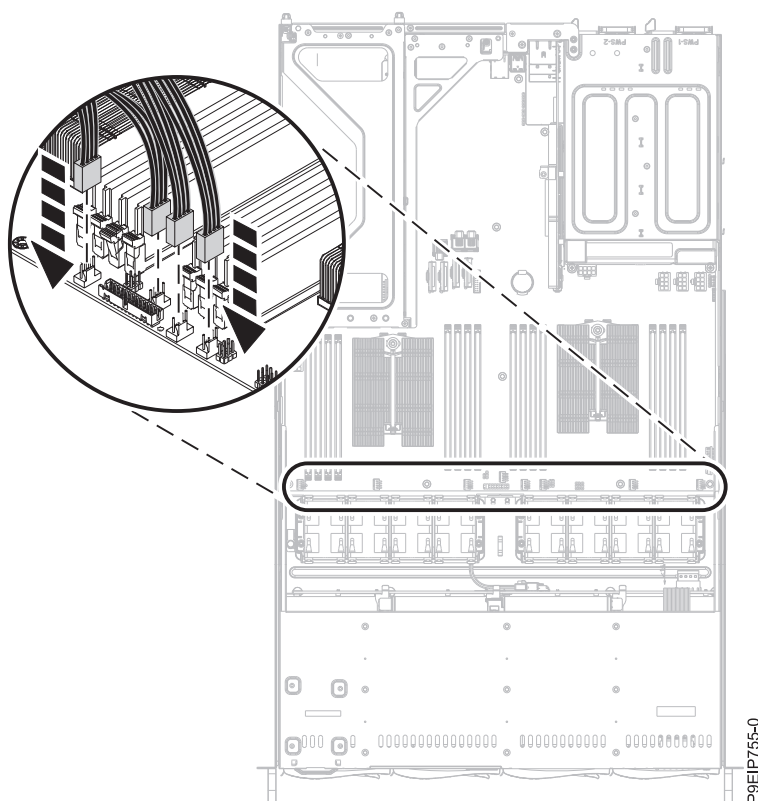

Figura 18. Conectando o cabo do ventilador
4. Conecte o cabo do ventilador ao painel traseiro do sistema, conforme mostrado na Figura 18 na página 23.